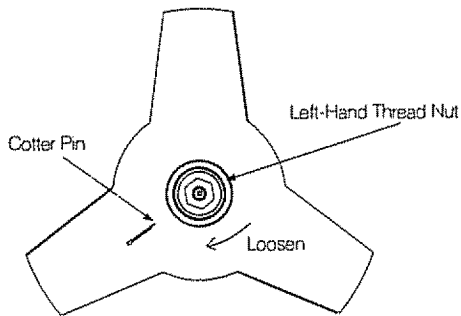

Fig. 38
1. Remove the cotter pin (Fig. 38).